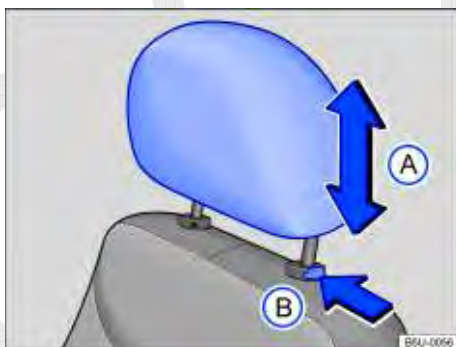

Fig. 41 Desinstalar o apoio para cabeça dianteiro.
- Pressionar a tecla ⇒ Fig. 41  no sentido da seta. Retirar o apoio para cabeça com a tecla pressionada.
- Empurrar o apoio para a cabeça totalmente para baixo com o botão ⇒ Fig. 41  pressionado.